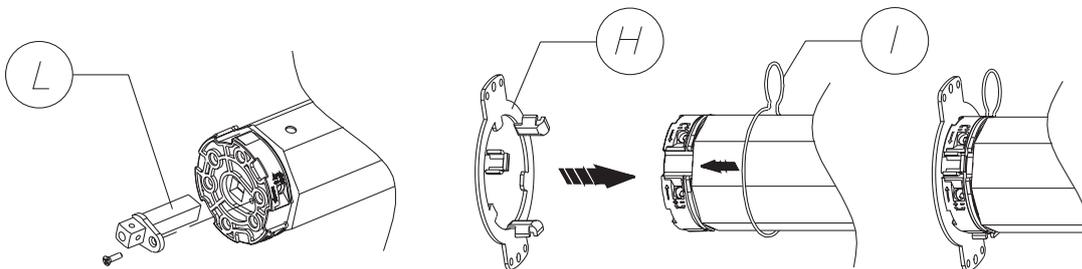

Fig.4
Il Motoriduttore è predisposto per l'utilizzo di una staffa ad innesto rapido (H), nel caso si volesse utilizzare questo tipo soluzione procedere come segue: **1)** Svitare la vite e sfilare il perno quadro (L); **2)** Inserire la testa del finecorsa nella staffa rispettando le alette di riferimento; **3)** Inserire la molla (I) nell'apposita sede allo scopo di vincolare il motoriduttore alla staffa ( vedi fig. 4).
Le motoréducteur est conçu pour l'utilisation d'une chape à enrouleur rapide (H). Pour utiliser ce type de solution, procédez comme suit : **1)** Défaire la vis et faire glisser le pivot cadre(L). **2)** Placer la tête dans la fin de course dans la chape en respectant les ailettes de référence ; **3)** Placer le ressort (I) dans l'emplacement prévu pour relier le motoréducteur à la chape (cf. fig. 4).
The Gear Motor is set up for use with a fast coupling bracket (H), if you want to use this solution proceed as follows: **1)** Unscrew the screw and remove the square pin (L) ; **2)** Insert the limit stop head in the bracket in line with the reference tabs; **3)** Insert the spring (I) in the specific seat in order to attach the gear motor to the bracket (see fig. 4).
El motorreductor está preparado para la aplicación de una brida de conexión rápida (H); para utilizar este tipo de solución: **1)** Destornillar el tornillo y extraer el perno cuadrado(L); **2)** Colocar la culata del final de carrera en la brida respetando las aletas de referencia; **3)** Colocar el muelle (I) en su lugar para sujetar el motorreductor a la brida (véase la Fig. 4).
Der Getriebemotor ist für die Verwendung eines Schnellsteckbügels (H) vorgesehen. Falls Sie diese Art Bügel verwenden möchten, gehen Sie wie folgt vor: **1)** Lösen Sie die Schraube und ziehen Sie den rechteckigen Stift durch(L); **2)** Fügen Sie den Kopf des Endanschlags in den Bügel ein und achten Sie dabei auf die Klappen; **3)** Fügen Sie die Feder (I) an die geeignete Stelle ein, um den Getriebemotor mit dem Bügel zu verbinden (siehe Abb. 4).
O Motorreductor encontra-se predisposto para a utilização de um grampo de encaixe rápido (H), no caso de se pretender utilizar este tipo de solução proceder conforme se segue: **1)** Desaparafusar o parafuso e retirar o perno quadrado (L); **2)** Inserir a cabeça do fim de curso no grampo respeitando as aletas de referência; **3)** Inserir a mola (I) na respectiva sede com o objetivo de prender o motorreductor ao grampo (ver fig. 4)